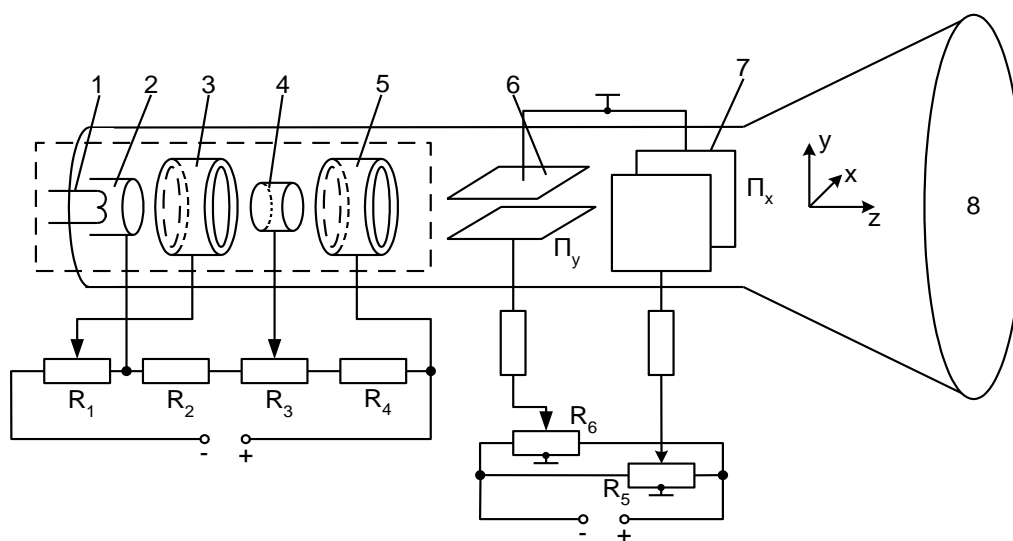
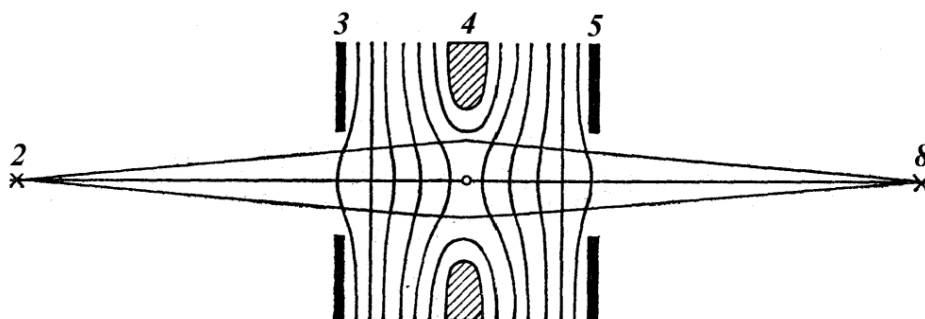

Рис. 4.3.
Рис. 4.4.
Эквипотенциальные линии в этих областях имеют форму, аналогичную поверхности выпуклой оптической линзы (рис. 4.4), и образуют две так называемые *электростатические* линзы. Когда электроны пролетают через такие линзы, то скорость и направления их движения изменяются аналогично тому, что происходит со светом на границе оптических линз.
Рис. 4.4 соответствует случаю, когда источник электронов и его изображение находятся на одинаковых расстояниях от линзы. В реальной электронной пушке на рис. 4.3 напряжение на фокусирующем электроде обычно подбирается таким образом, чтобы электрическое поле между электродами 3 и 4 образовывало короткофокусную линзу, сжимающую пучок электронов, а поле между электродами 4 и 5 - длиннофокусную линзу, формируя светящуюся точку на экране.
14. Используя рис. 4.3, объясните действие ручек регулировки яркости, фокусировки и положения пятна.
Зарисуйте схемы рис. 4.3.